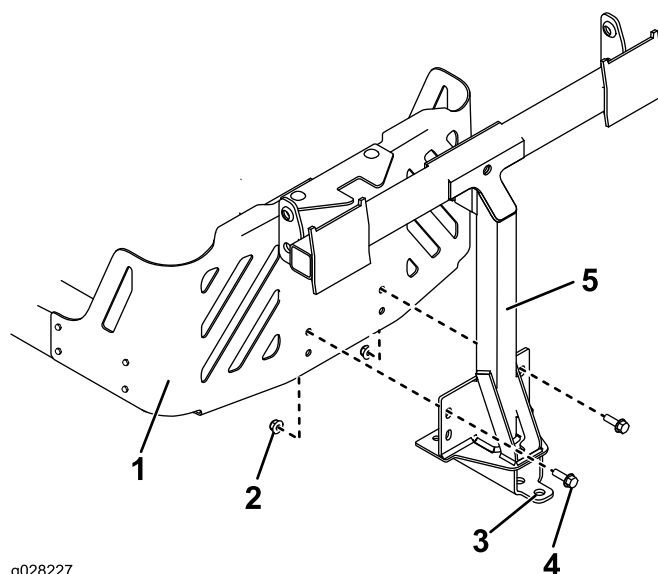

Figure 11
2. Montez le cadre de pivot sur le cadre de la machine comme illustré à la Figure 11. Fixez le cadre de pivot